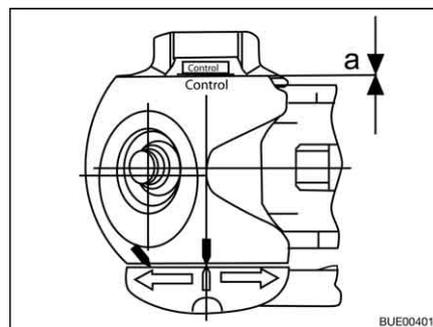

Bild 204 Verschleißkontrolle
- Abstand  $a = 0$  (Bild 204): Reibbeläge kontrollieren und ggf. austauschen.